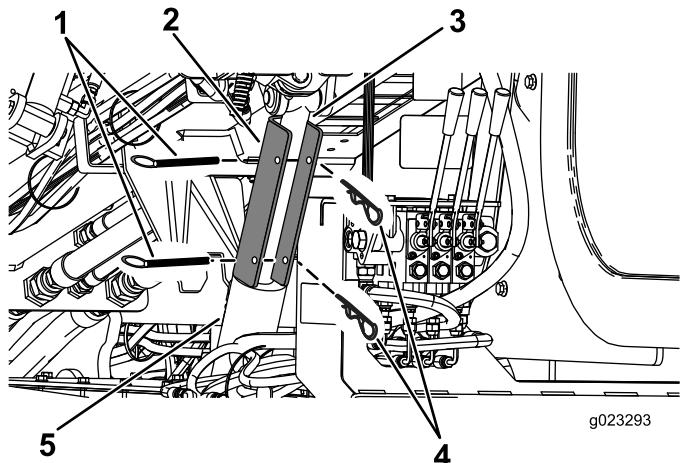

Figura 102
4. Coloque el bloqueo del cilindro sobre el vástago del cilindro (Figura 102).
5. Sujete el bloqueo de cilindro con el pasador y la chaveta (Figura 102).
4. Retire el pasador y la chaveta que sujetan el bloqueo del cilindro (Figura 102).